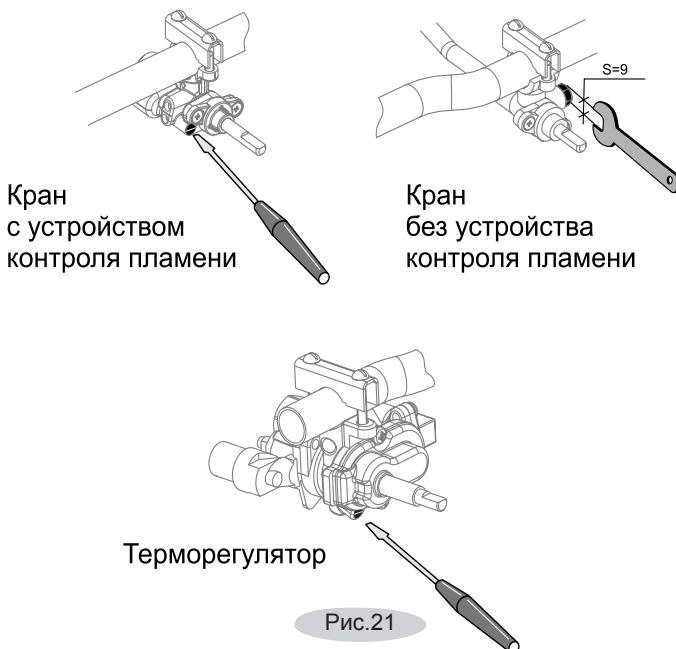

Рис.21
- с помощью рожкового ключа ($S=9$ мм) отвернуть ВМР и заменить, затянув ключом до упора (рис.21).